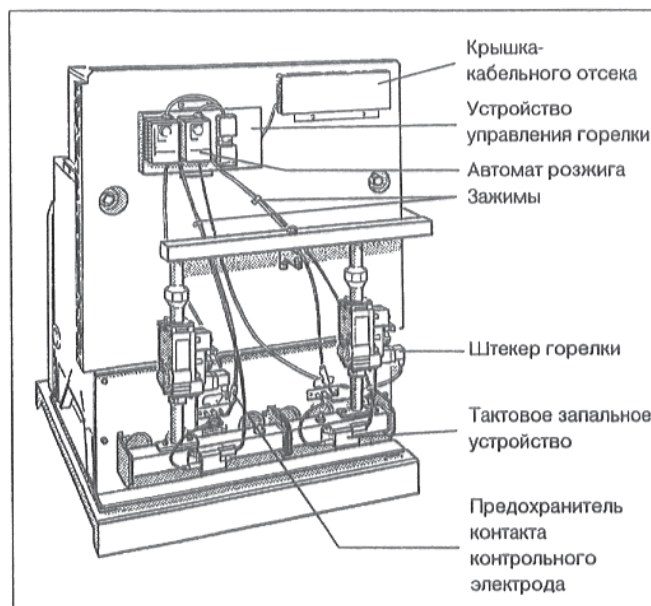

Рис. 25
- Привинтить устройство управления горелки, подложив зубчатые упругие шайбы (Рис. 25).
- Вставить присоединительные штекеры автомата розжига в тактовое запальное устройство и прикрепить кабели зажимами к промежуточной стенке (Рис. 25).
- Вставить штекер горелки в арматуру и завинтить винт (Рис. 25).
- Подключить штекеры к каждому контрольному электроду и установить предохранитель контакта (Рис. 25).
- Закрепить посредством двух винтов крышку кабельного отсека на промежуточной стенке (Рис. 25).